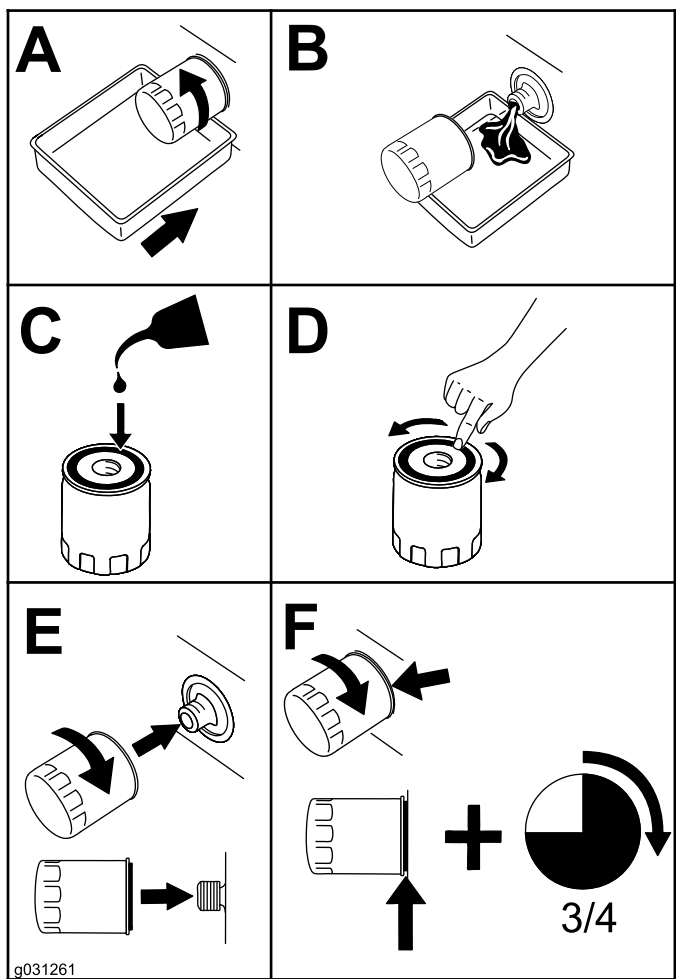

Figura 54
- Înlocuiește filtrul de ulei de motor conform indicațiilor din Figura 54.